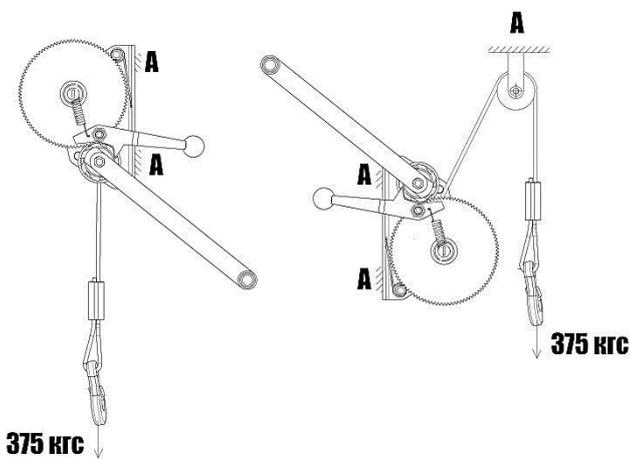

Рис. 3 Испытание на статическую нагрузку
4. Указания по эксплуатации: перед вводом в эксплуатацию и в процессе эксплуатации через каждые 6 мес. потребитель должен подвергать лебедку испытанию на статическую нагрузку, равную 3,75 кН (375 кгс), по следующей методике (рис. 3): лебедка должна быть установлена в рабочее положение: произведено закрепление лебедки и компонентов (блока) в анкерных (А) точках. Если используется блок, канат лебедки должен быть перекинут через блок и находиться в ручье ролика. Для испытания на барабане должны быть оставлены не менее пяти витков закрепленного на нем каната. Нагрузка 3,75кН (375кг), должна прикладываться к карабину лебедки. Если применяется испытательный груз, он должен быть поднят на высоту 200-300 мм. Время проведения испытания 10 мин. Допускается применение других схем испытаний (закрепление карабина лебедки через крепежные скобы динамометра к анкерному фундаментному болту и т.п.) при соблюдении величин и направлений приложения испытательных усилий.
- выбрать или изготовить ровную поверхность под основание лебедки, учитывая габаритные размеры лебедки и поднимаемого груза, длину и расположение рукоятки таким образом, чтобы после установки лебедки рукоятка могла вращаться, пользователь не испытывал неудобств в процессе вращения рукоятки, а поднимаемый груз не задевал за близ и ниже лежащие конструкции; основанием лебедки является площадка с расположенными на ней точками крепления «А» (рис. 3 и 4);
В случае использования оттяжного блока (см. рис.3 б) «подъем» груза выполняется вращением рукоятки по часовой стрелке, «опускание» - против часовой стрелки.